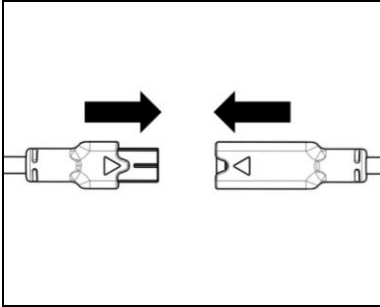

Abb. 5
- Schließen Sie den Stecker des Mikrophons (in blauer Farbe) an sein Gegenstück an, indem Sie die Richtung der Pfeile befolgen (Abb. 5).